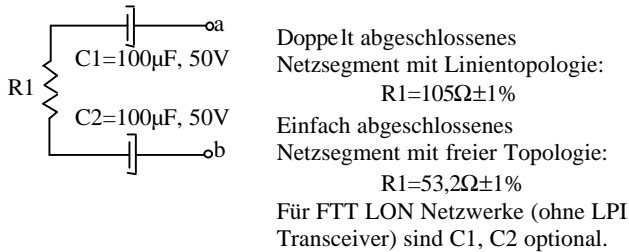

Abb. 8 Abschlußimpedanz für LON FTT Netzsegmente
In Fällen, wo die vorher beschriebene Netzabschlußmodulen nicht zur Verfügung stehen, empfiehlt sich in das Netzsegment einfachere Abschlußimpedanzen einzubauen. Abb. 8 zeigt die Ersatzmöglichkeiten für die empfohlene Netzabschlußmodule 209541B, wobei die vorgeschlagene Ersatzlösungen eher als eine Notlösung als eine Standardlösung gedacht sind.
- In LON LPT Subnetzen mit freier Topologie sowie in gemischten LON Subnetzen (LPT/FTT) wird ein LP Energieversorgungsmodul eingesetzt. Der Versorgungsmodul integriert in sich einen Abschlußwiderstand, so daß keine zusätzlichen Abschlußwiderstände benötigt werden (Siehe Abb. 9). Verwendung von LP Versorgungsmodul in Linienförmigen Verkabelungsstrukturen erfordert, daß neben dem LP Versorgungsmodul an dem anderen Ende ein Abschlußwiderstand eingesetzt wird (siehe Abb. 8).